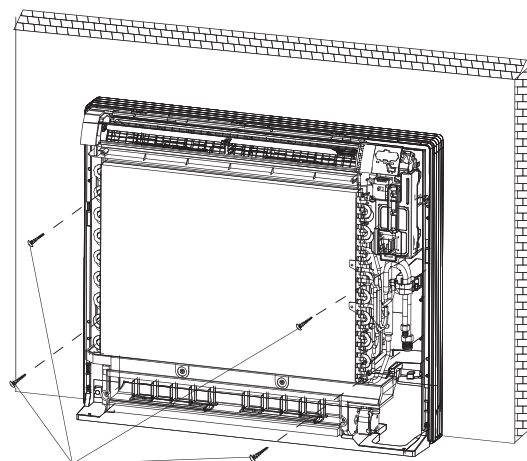

Fig.5-7
- Usar 4 tornillos para fijar la unidad interior (ver Fig.5-7).